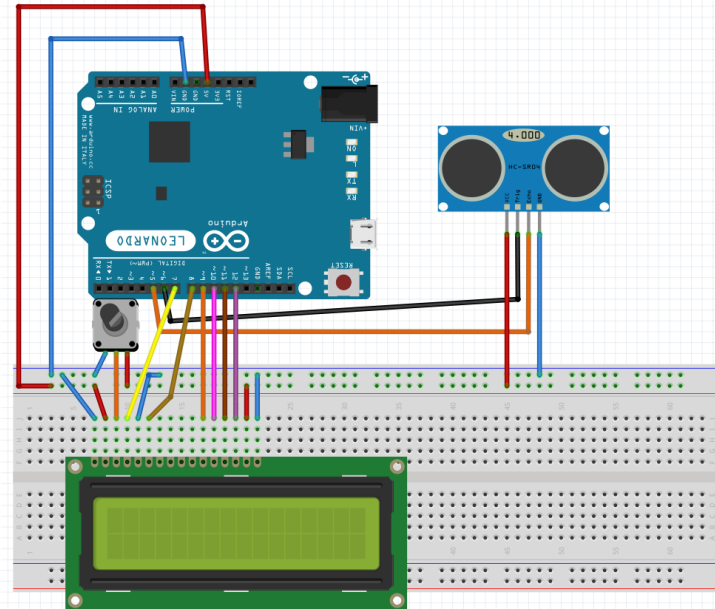

Рис. 6.2. Схема вимірювання відстані на базі ультразвукового датчика
2. На монтажній платі скласти схему відповідно до рис. 6.2.